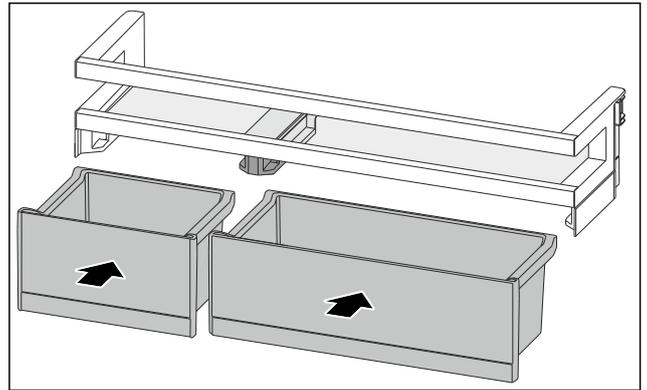

Fig. 113
- ▶ Installer les VarioBoxes dans l'agencement inverse. (voir Fig. 113)